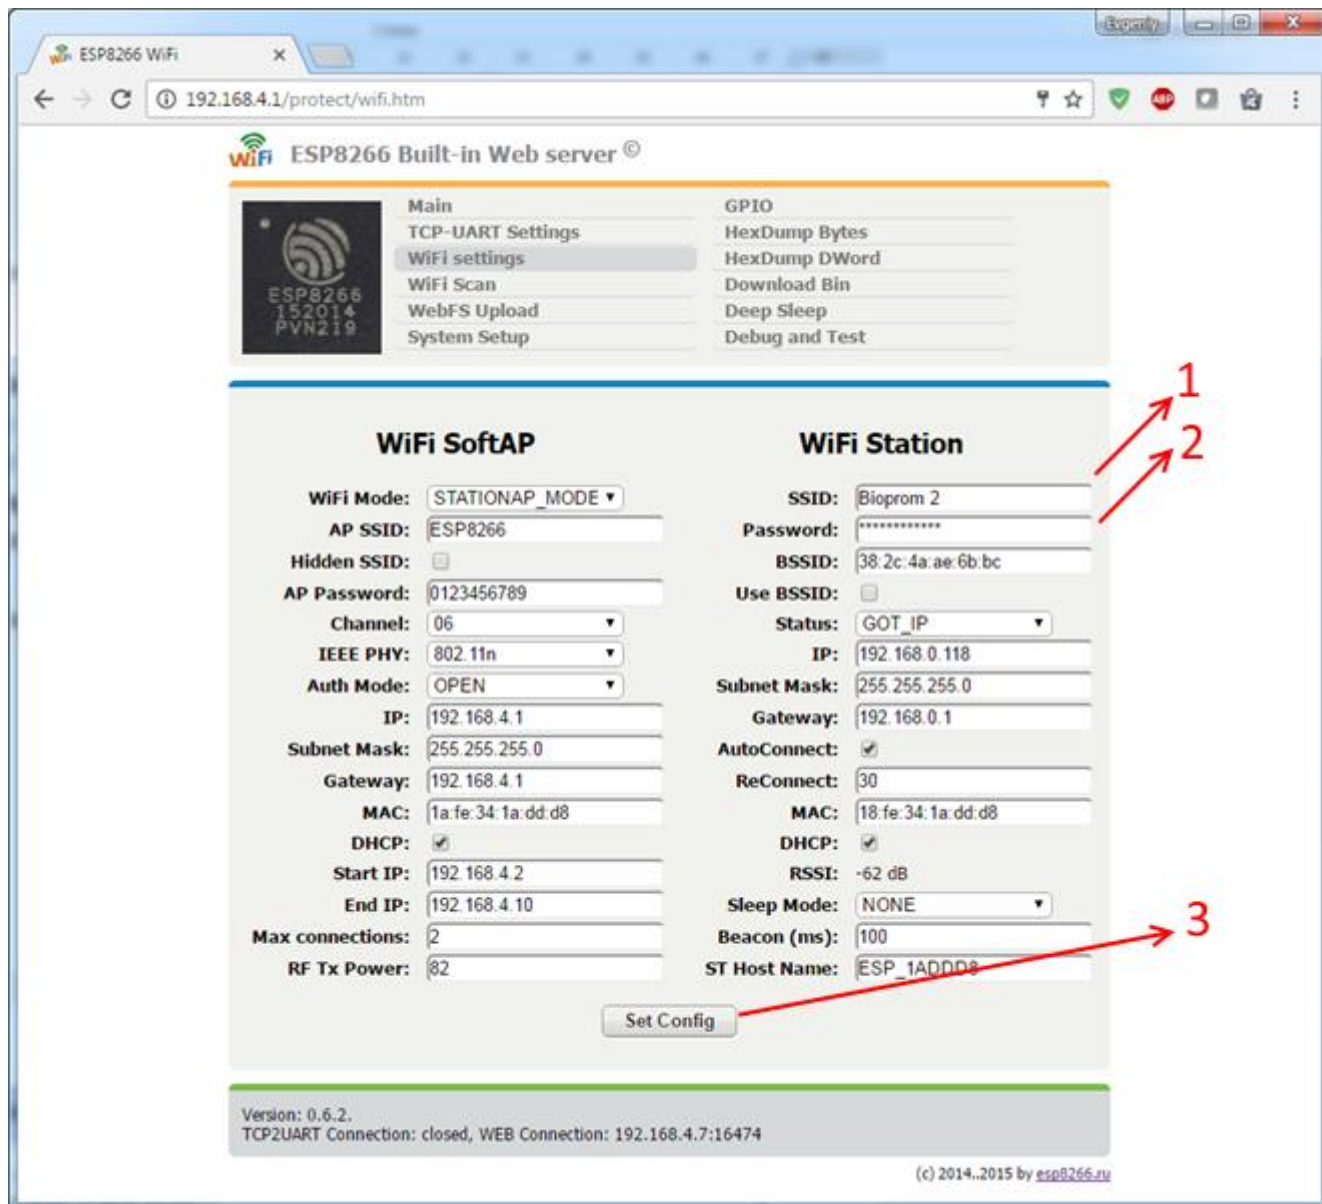

Рисунок 17 – Настройка подключения WiFi.
Страница «WiFi settings» - служит для настройки текущего подключения к роутеру, рисунок 17. Для подключения к сторонней WiFi сети необходимо указать название сети в пункте «SSID» (1) и пароль в пункте «Password» (2), затем нажать на кнопку «Set config» (3).